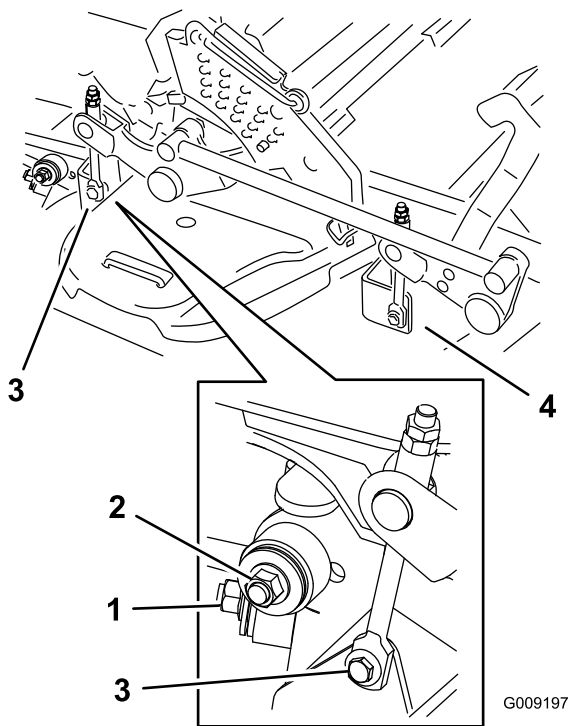
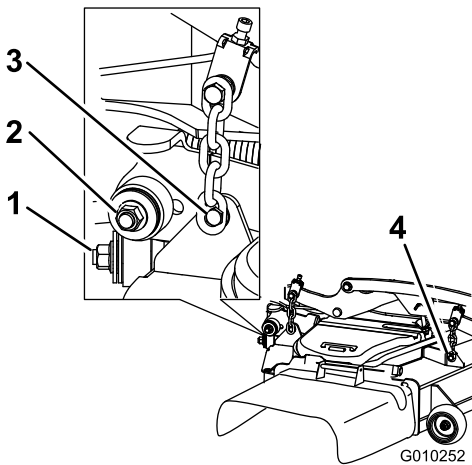

Figura 106
Figura 107
7. Retire y guarde los herrajes de ambos lados de la carcasa, según se muestra en Figura 106 o Figura 107.